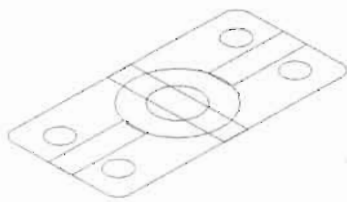

图 15-56
(1) 单击“视图/三维视图/西南等轴测”菜单命令, 切换到三维视图, 图形显示效果如图 15-56 所示。